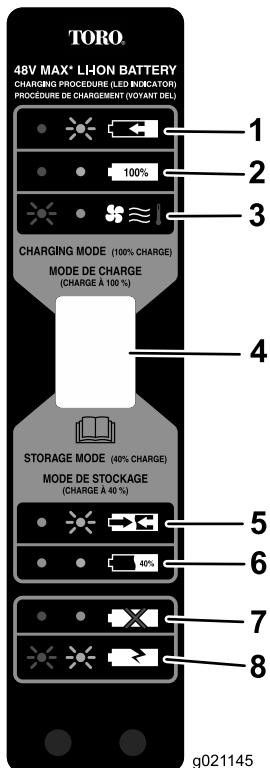

Figure 14
5. Reportez-vous à la Figure 14 pour interpréter les indications des diodes sur le chargeur de batterie.
Utilisez le mode de stockage (Figure 14) quand la batterie ne doit pas être utilisée pendant 1 mois ou plus.
4. Lorsque la batterie est prête au stockage (Figure 14, repère 6.), retirez-la du chargeur.